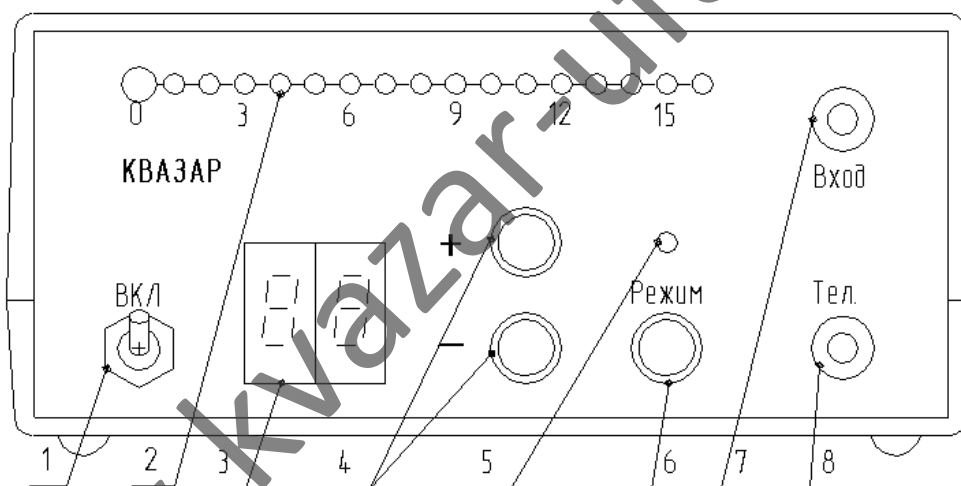

Рис.4. Приемник селективный.
Поисковый приемник (рис.4) является специальным селективным вольтметром. Режим работы входных цепей переключается в зависимости от используемого датчика входного сигнала. При обследовании токов утечки через повреждения изоляции включается высокоимпедансный режим (мигает светодиод режима 5). При магнитной локации с помощью электромагнитной антенны приемника входные цепи приемника настраиваются в резонанс на каждой рабочей частоте, что повышает общую чувствительность и избирательность. При этом входное сопротивление на рабочей частоте приемника оказывается низкоомным (десятки кОм). Светодиод (5) режима при этом не горит.